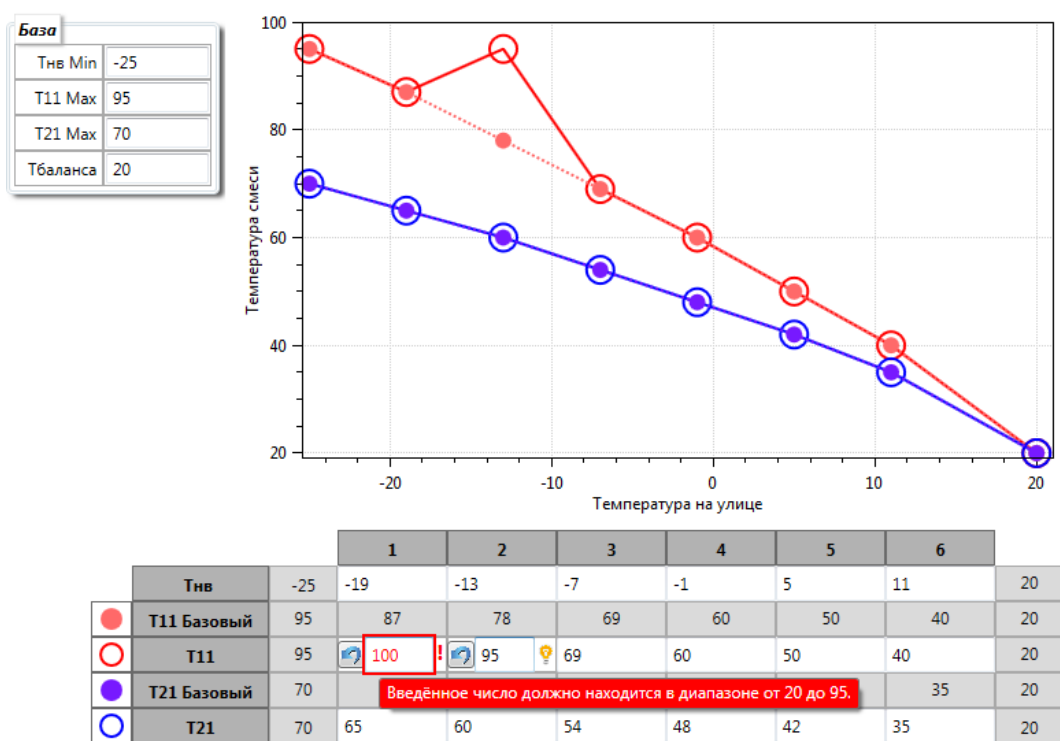
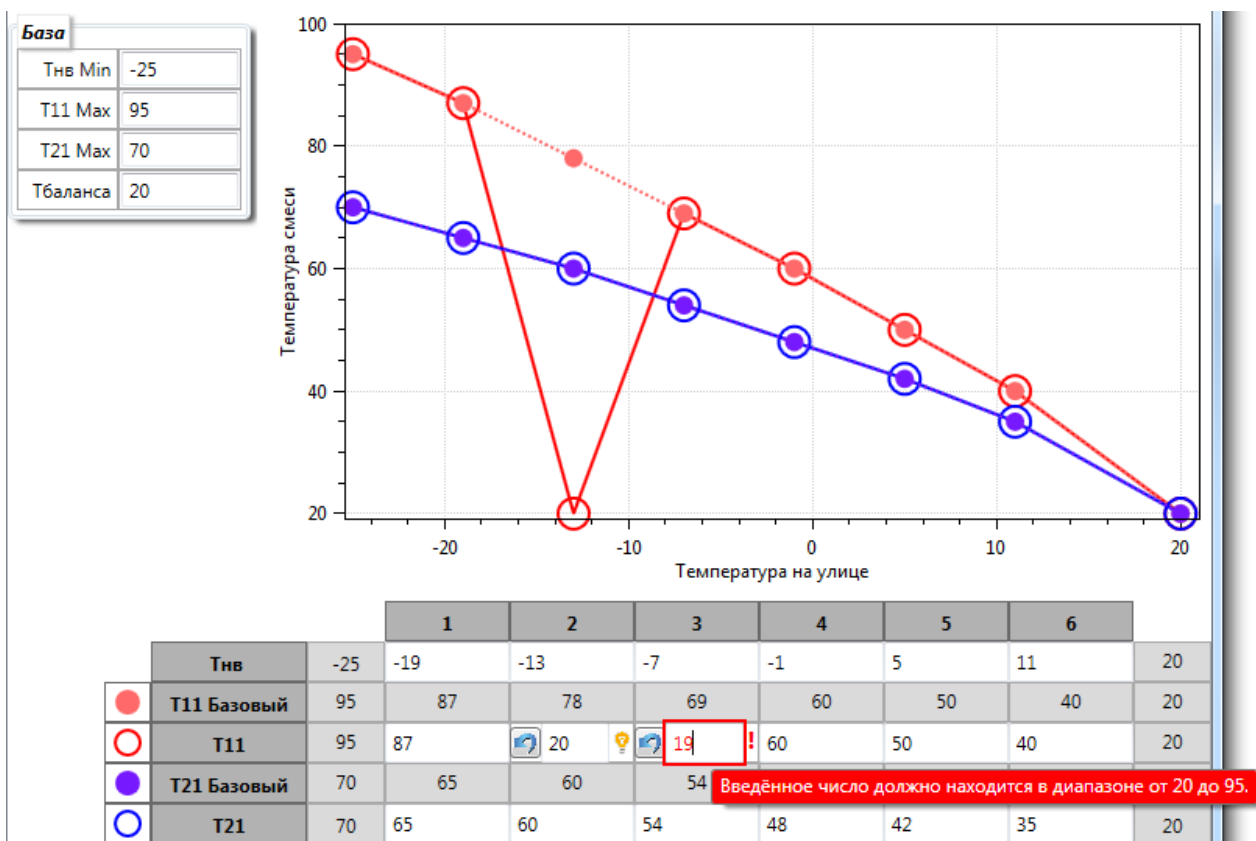

Рисунок 50 – контроль верхней границы для T11
Рисунок 51 – контроль нижней границы для T11
- $T11Max \leq T11 \leq Tбаланса$  (Рисунок 50 и Рисунок 51);